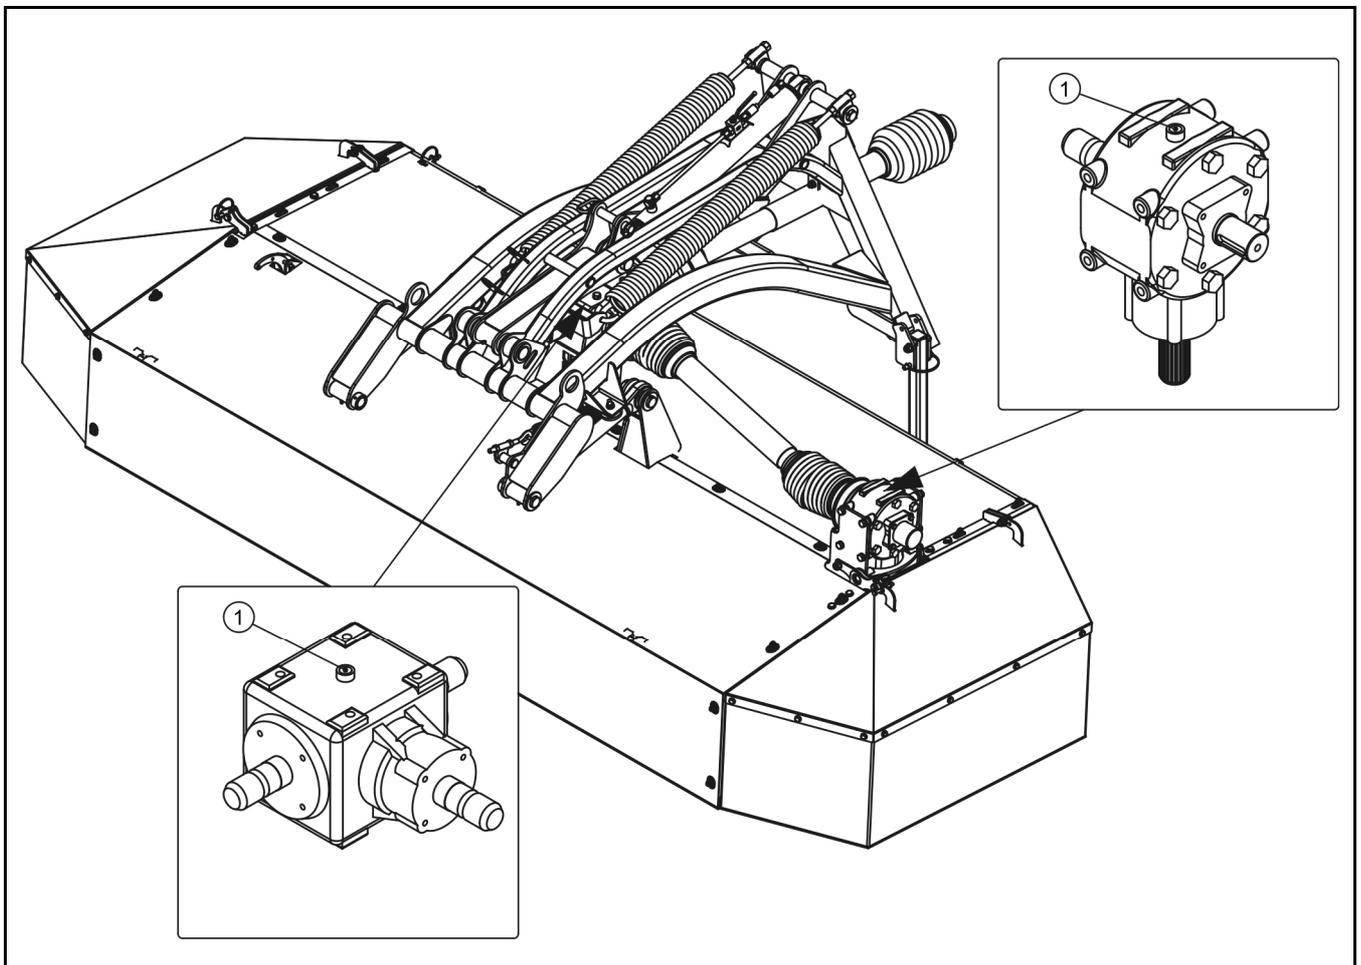

ABBILDUNG 5.5 Lage des Winkelgetriebes
Die PDF300 / PDF300C verwendet zwei Winkelgetriebe (ABBILDUNG 5.5).
- schrauben Sie die Einfüllschraube (1) ab (ABBILDUNG 5.5),